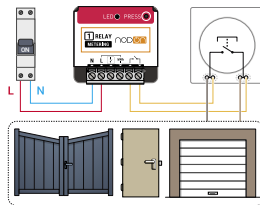

Imagen 3
- Cablee el módulo multifunción Zigbee con medición en paralelo con el pulsador, como se muestra en la imagen 3.